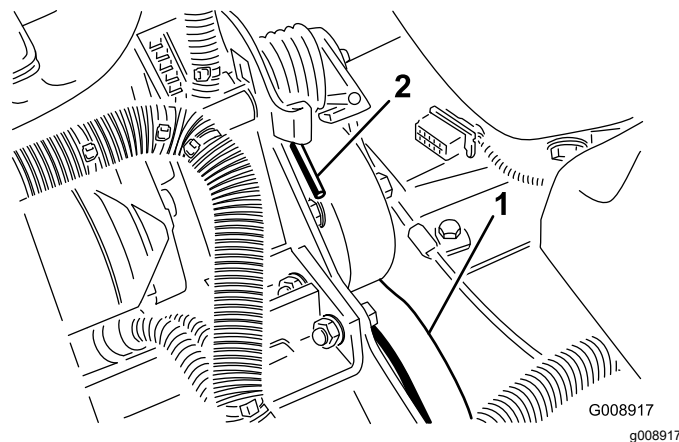

图 77
2. 上下按动弹簧的端部 (图 77) 将其从支架上解开释放弹簧上的张力。